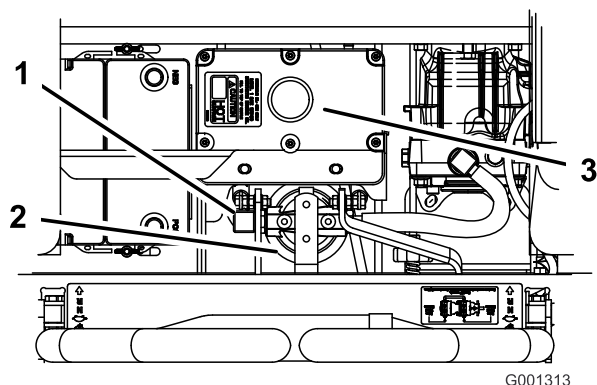

Figure 100
4. Débranchez la conduite hydraulique droite qui est raccordée à l'adaptateur (Figure 100).
6. Rebranchez la conduite hydraulique droite à l'adaptateur (Figure 100).